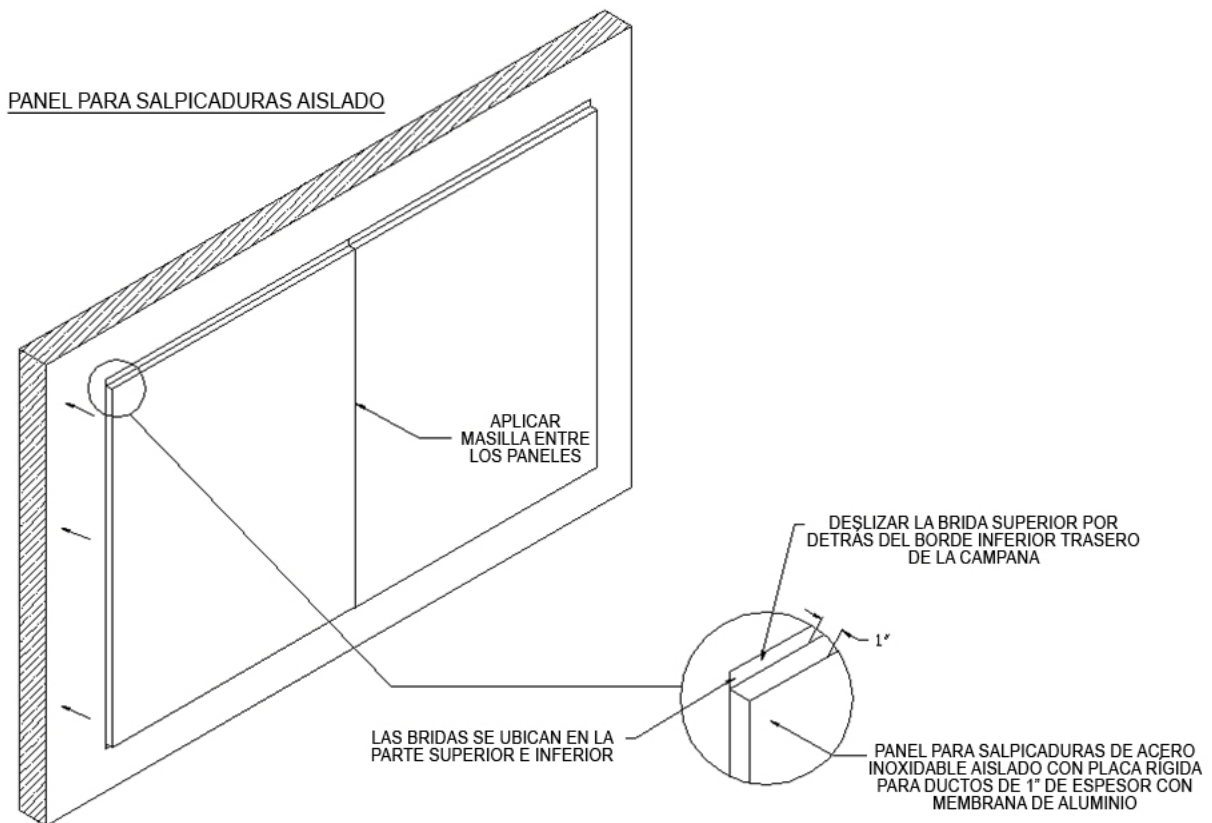

Figura 20
2. Deslice la brida superior por detrás del borde inferior trasero de la campana. Asegure la brida inferior a la pared; para ello, use tornillos de acero inoxidable para chapas metálicas. **Vea la figura 20.**